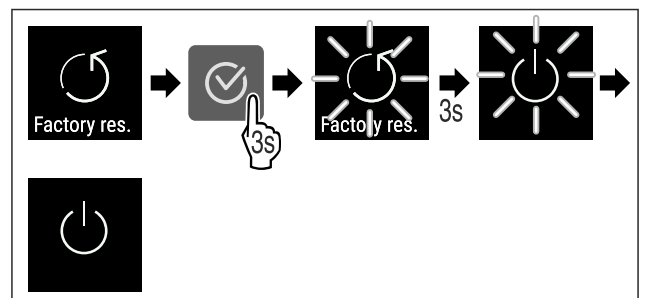

Fig. 112
- ▶ Suivre les étapes (voir Fig. 112) .